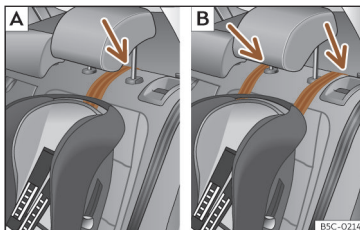
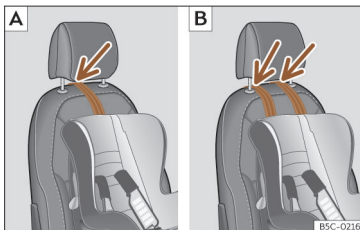

Fig. 44 Asientos traseros: ajuste y montaje en función del cinturón Top Tether.
Fig. 45 Asiento del acompañante: ajuste y montaje en función del cinturón Top Tether.
- Coloque la correa por debajo del apoyacabezas (en función de las instrucciones de la propia silla, levante o retire el apoyacabezas si fuera necesario) >>> **fig. 44** , >>> **fig. 45**.